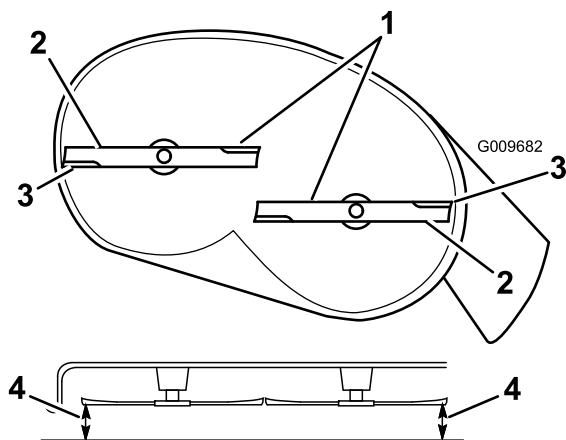

Figura 53
- Gire cuidadosamente las cuchillas hasta que estén todas orientadas lateralmente (Figura 53).
- Mida entre los bordes de corte exteriores y la superficie plana (Figura 53). Si hay una diferencia de más de 5 mm (3/16") entre ambas dimensiones, se requiere un ajuste; siga con este procedimiento.